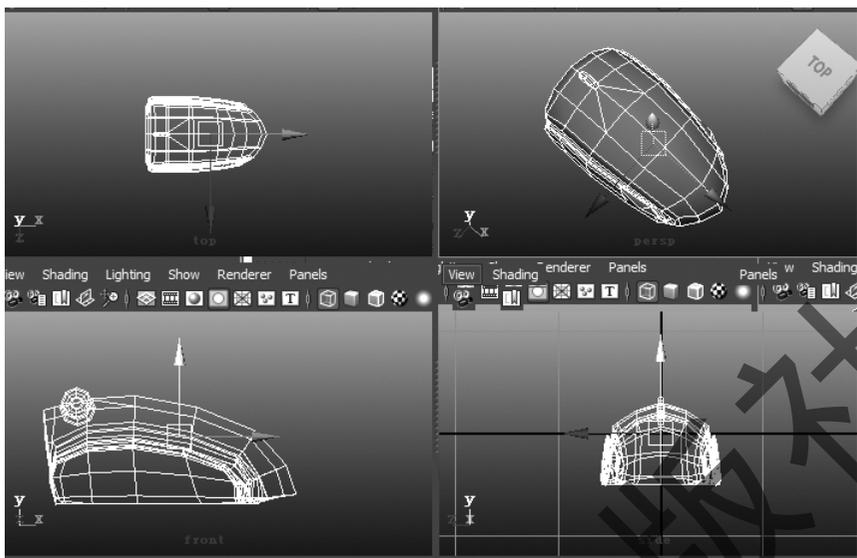

图 4-38 鼠标效果图
Step 6: 对鼠标的形状进行最后一次调整后, 对于模型进行平滑处理。在选中模型的状态下, 选择 Mesh→Smooth 对模型进行光滑处理。下一步制作鼠标的滚轮需要利用布尔运算。首先制作一个环形, 将其大小调节, 并对它进行复制。一个与鼠标主体进行布尔运算, 形成凹槽, 一个留作中键按钮。最终完成后, 如图 4-38 所示。